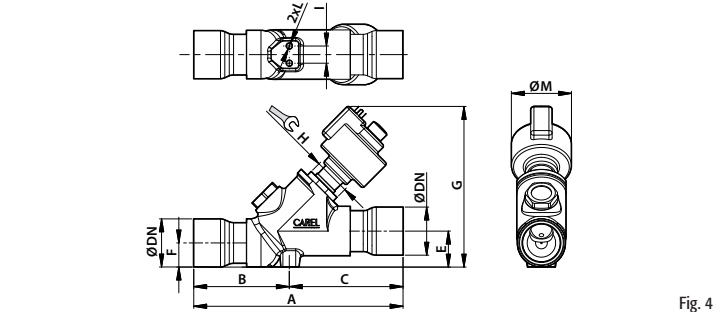

Fig. 4
5. Tighten the steel cartridge to the special threaded socket in the valve body using fork spanner (for the size see Fig. 4), making sure the O-ring is fitted to ensure hermetic tightness. Tighten the cartridge by pressing the ring against the valve body with a recommended torque of 30-35 Nm for E⁵V and E⁶V or 35-40 for E⁷V (Fig. 2.3). Warning! If the threaded rod comes completely out of the cartridge, proceed as follows:
- Visser la cartouche en acier au corps du détendeur dans son emplacement fileté spécial avec une clé à fourche (pour la dimension, voir fig. 4) en vérifiant l'insertion correcte du joint «O-ring», qui garantit son étanchéité. Serrer la cartouche en situant la bague en butée sur le corps vanne avec un couple de serrage conseillé de 30-35 Nm pour E'V et E'V ou de 35-40 pour E'V (Fig. 2.3).
- Den Stahleinsatz in der speziellen Gewindeausparung des Ventilkörpers mit einem Gabelschlüssel (für die Größe sie-he Fig. 4) verschrauben; überprüfen, dass der O-Ring, der die hermetische Dichtigkeit garantiert, befestigt ist. Den Ein-satz am Ventilkörper mit einem Drehmoment von 30-35 Nm für E'V und E'V oder 35-40 für E'V festschrauben (Fig. 2.3).